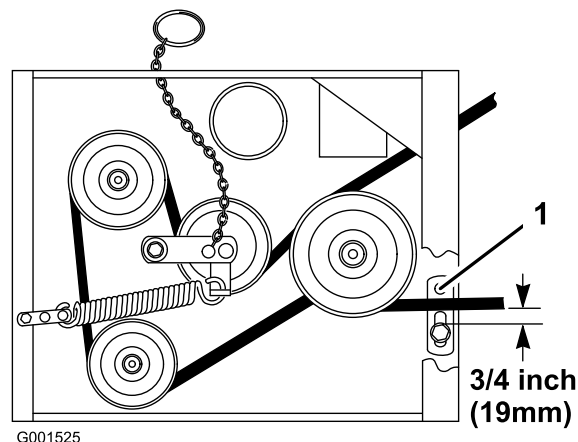

Figure 41
- Vérifiez que le guide de courroie sous le bâti du moteur est réglé correctement (Figure 41).
Remarque: Le guide de courroie et la courroie du plateau de coupe doivent être espacés de 19 mm (3/4") quand la courroie est engagée (Figure 41). Réglez la courroie du plateau de coupe au besoin. La courroie désengagée ne doit pas traîner ni tomber de la poulie quand les guides et la tension de la courroie sont réglés correctement.